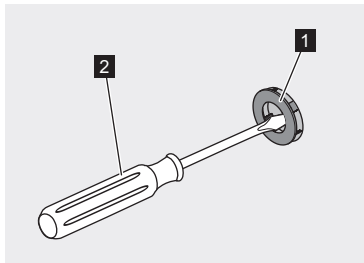

Fig. 17: Extracción del clip decorativo haciendo palanca
3. Extraiga el clip decorativo (Fig. 17/1) haciendo palanca con un destornillador pequeño de ranura (Fig. 17/2). El clip decorativo no puede reutilizarse, sino que debe sustituirse por otro nuevo.